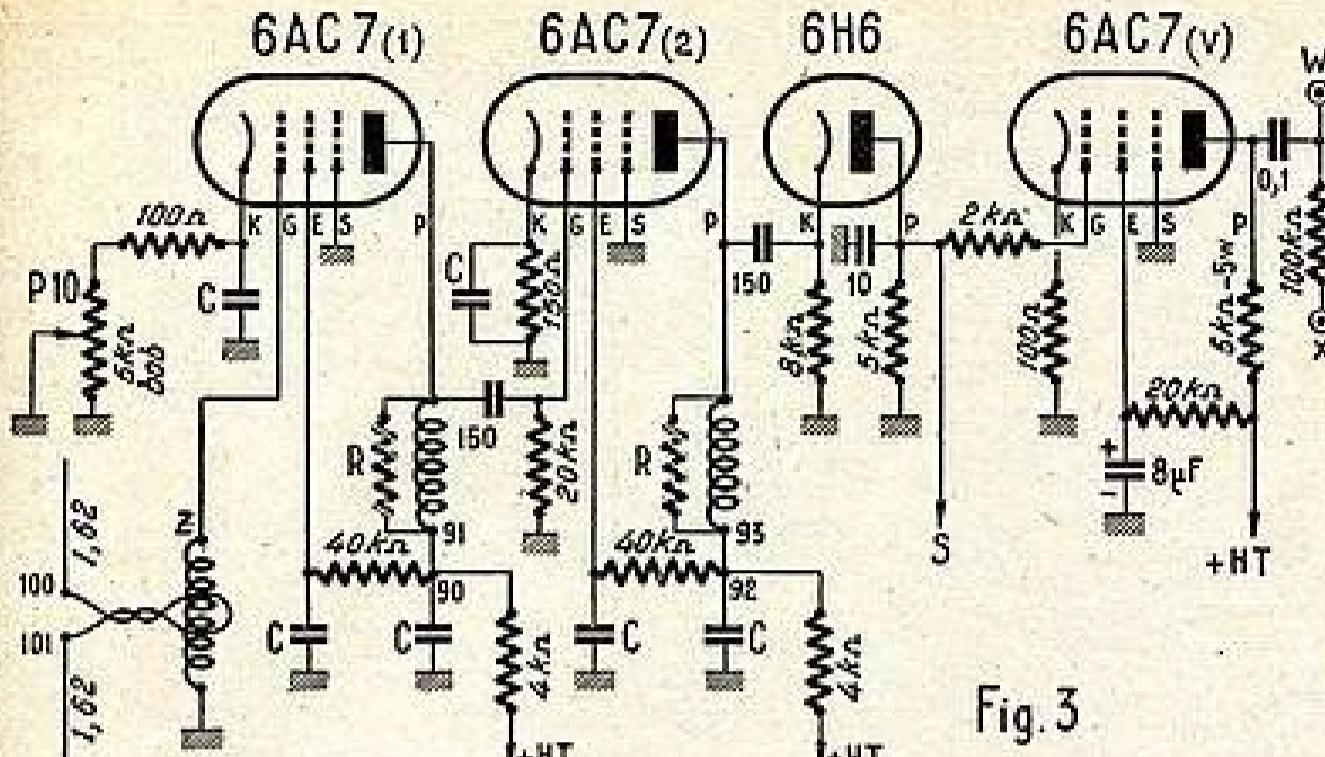

Fig. 3
La figure 3 nous donne le schéma du récepteur vision. Deux étages H.F. utilisant des tubes 6AC7 ; le premier est polarisé par une résistance de 100 ohms en série, avec un potentiomètre bobiné P10 de 5 kΩ. Celui-ci permettant de régler la sensibilité de l'étage sera réglé une fois pour toutes, c'est pourquoi il n'est pas accessible de l'avant. Le second tube 6AC7 (2) est polarisé par 150 Ω.